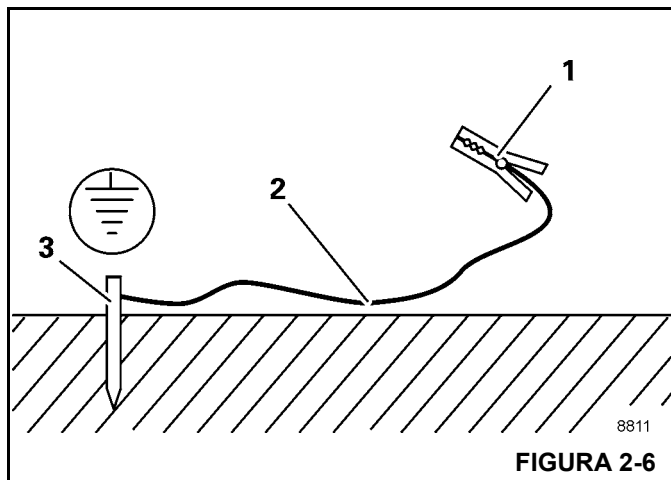

FIGURA 2-6
1. Entierre una varilla de metal (3, Figura 2-6) (de aproximadamente 2.0 m (6.6 pies) de largo) al menos 1.5 m (5 pies) en el suelo.
2. Humedezca la tierra alrededor de la varilla de metal (3) para obtener una mejor conductividad.
3. Sujete con abrazadera un cable aislado (2) a la varilla metálica (3), sección transversal de por lo menos 16 mm2 (0.025 pulg2).
4. Conecte el extremo libre del cable con una abrazadera (1) a un lugar del marco que sea buen conductor eléctrico.